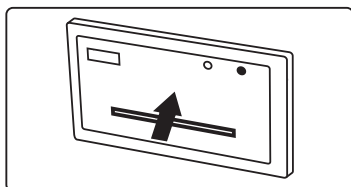

Fig.5
- a▶ Empurre a parte central da impressora para dentro (Fig. 5).